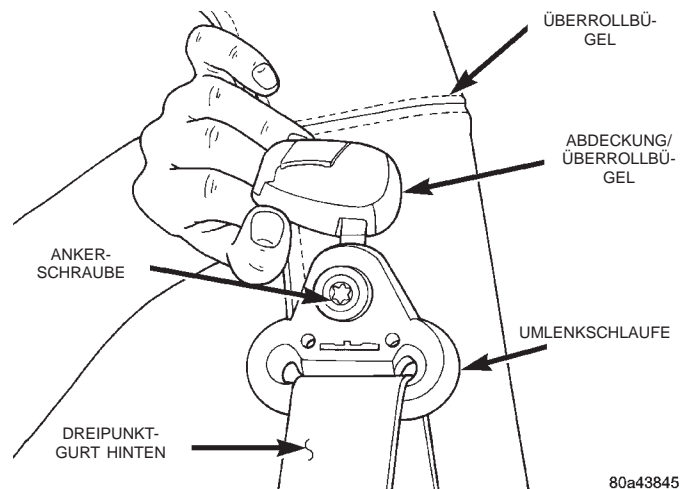

Abb. 55 Umlenkschleufe
(4) Befestigungsschraube lösen, mit der die Umlenkschleufe am Überrollbügel befestigt ist (Abb. 55).
(5) Befestigungsschraube lösen, mit der der Gurtaufroller am Überrollbügel befestigt ist.
(6) Gurt komplett aus dem Fahrzeug nehmen.